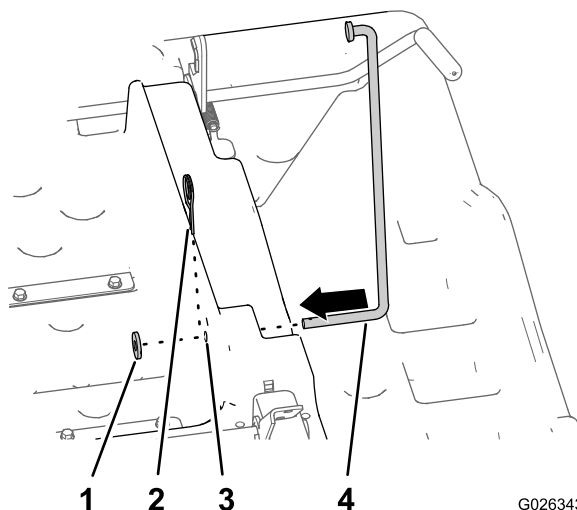

Figura 13
1. Pase el extremo largo de la varilla de sujeción a través del taladro horizontal de 12,7 mm del lado inferior derecho de la caja de carga (Figura 13).
2. Coloque una arandela (1/2 pulgada) en el extremo largo de la varilla de sujeción y sujete la varilla a la caja de carga con una chaveta (Figura 13).